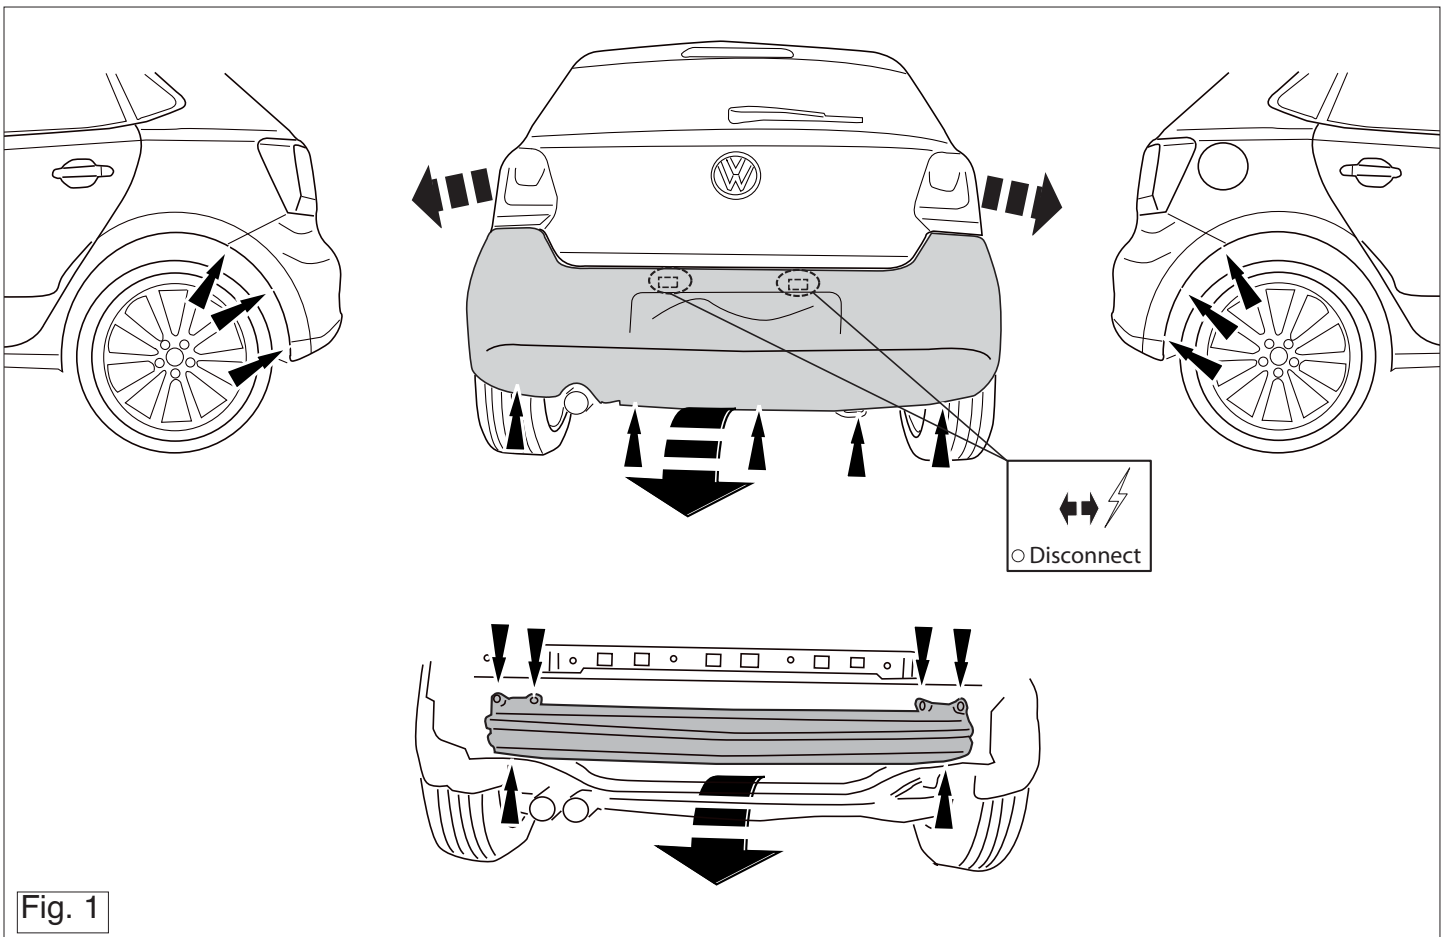

Fig. 1
1. Remove bumper (Torx head screws around each wheel arch, along lower edge of rear panel, beneath each light cluster (light cluster must be removed), and the steel buffer beam from the vehicle. The buffer beam will no longer be needed. Replace the nuts. See figure 1.
1. Die Stoßstange einschließlich des stählernen Stoßbalkens vom Fahrzeug abmontieren. Der Stoßbalken wird nicht mehr benötigt. Die Muttern wieder anbringen. Siehe Abbildung 1,
1. Déposer le pare-chocs du véhicule y compris la traverse en acier ; la traverse ne sera plus utilisée. Remettre les boulons de fixations en place. Voir la figure 1 .